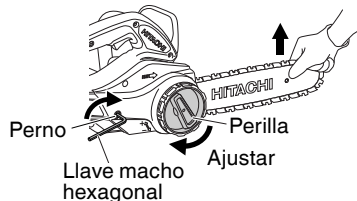

Fig. 12
7. Fijar la perilla (Fig. 12)
- ① Una vez finalizado el ajuste, levante la barra de guía y apriete la perilla completamente.
- ② Compruebe que el perno está bien apretado.